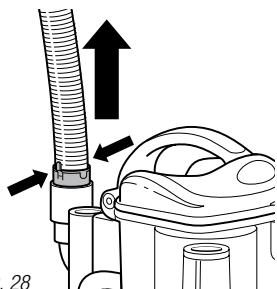

Fig. 28
- Desconecte la manguera extensible de la parte de atrás de la portátil *Lift-Away*® presionando las pestañas entre sí y tirando hacia arriba. **(Fig. 28)** Extienda la manguera y mire su interior para ver si está tapada.